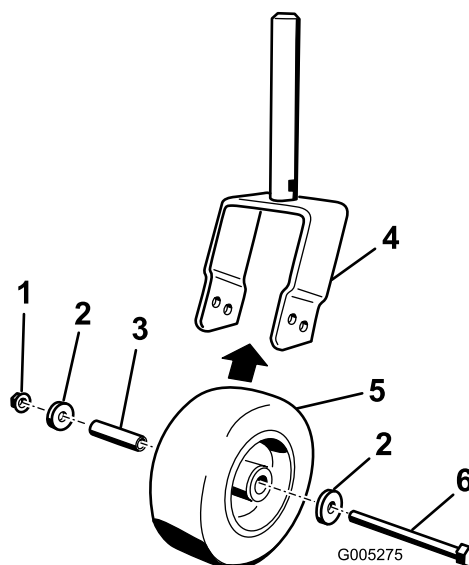

Figura 18
1. Retire a porca de bloqueio do parafuso que fixa o conjunto da roda e anilhas, na respectiva forquilha (Figura 18). Segure na roda giratória e deslize o parafuso para fora da forquilha. Retire a vara de ligação da roda do interior do conjunto do pneu.